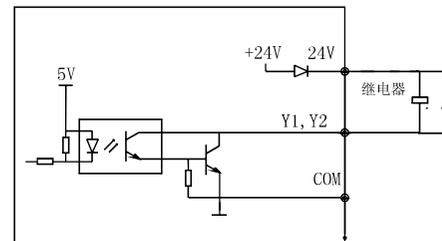

图 3-19 多功能输出端子接线方式
1) 多功能输出端子Y1、Y2可使用变频器内部的24V电源，接线方式请参见图3-19。